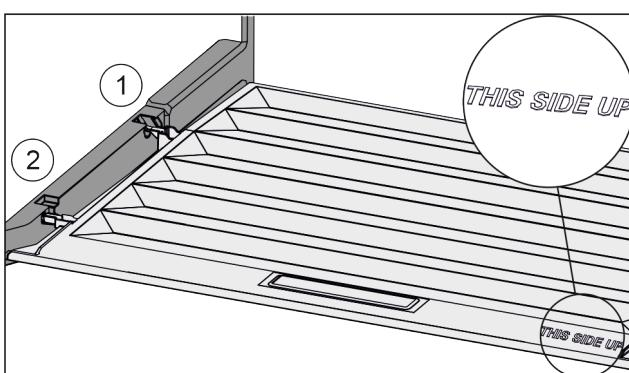

Fig. 125
- Introduceți nervura capacului prin orificiul suportului posterior Fig. 125 (1) și înclichează-l în față în suport Fig. 125 (2).